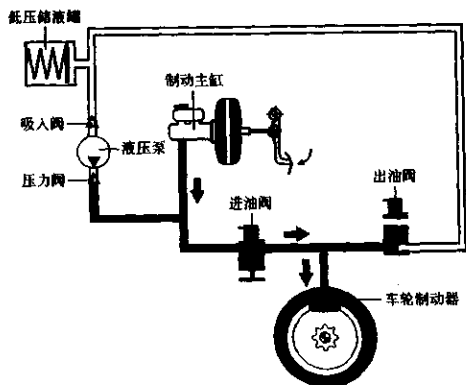

图 3-234 系统油压建立
1) 开始制动阶段（系统油压建立）。开始制动时，驾驶员踩下制动踏板，制动压力由制动主缸产生，经常开的不带电压的进油阀作用到车轮制动轮缸上。此时，不带电压的出油阀依然关闭，ABS 没参与控制，整个过程和常规液压制动系统相同，制动压力不断上升，如图 3-234 所示。